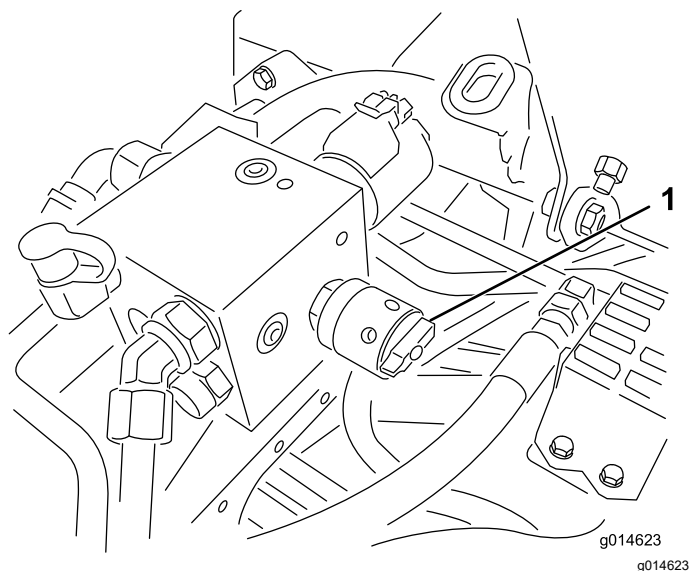

Figura 59
6. Rode o controlo da velocidade dos cilindros para a posição 1 (Figura 59).
4. Ajuste a velocidade dos cilindros, rodando o manípulo (Figura 59) até que as setas indicadoras fiquem alinhadas com o número que determinou no passo 3.